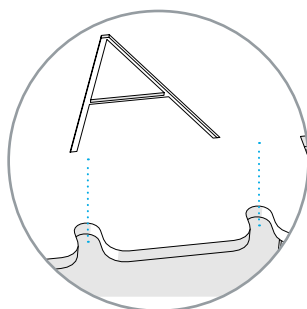

Fig. 79 - Montera glsdållattan - Montagepunkter
3. Skjut täckplattan ± 20 mm mot enhetens mitt så att de båda fjärlsskruvarna är korrekt placerade i ramens spår. (⇒ Fig. 79)